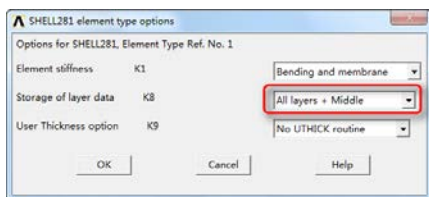

图 8-7 “Shell281 element type option”对话框
⑤设置单元属性: 单击“Element Type”对话框上的“Options”选项, 弹出如图 8-7 所示的“ShELL281 element type option”对话框, 单击选择“Storage of layer data K8”后面的下拉式选择栏中的“All layers + Middle”选项。单击“OK”按钮。然后